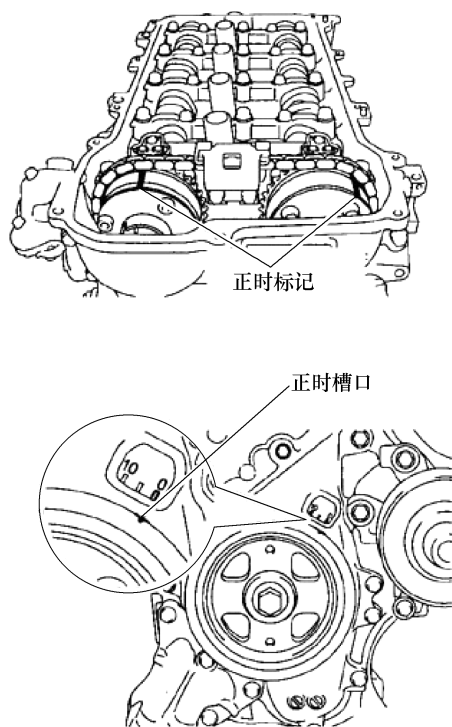

图 1-68 转动曲轴对准正时标记
① 转动曲轴带轮，直到其凹槽与正时链条盖上的正时标记“0”对准，见图 1-68。
② 如图所示，检查并确认凸轮轴正时齿